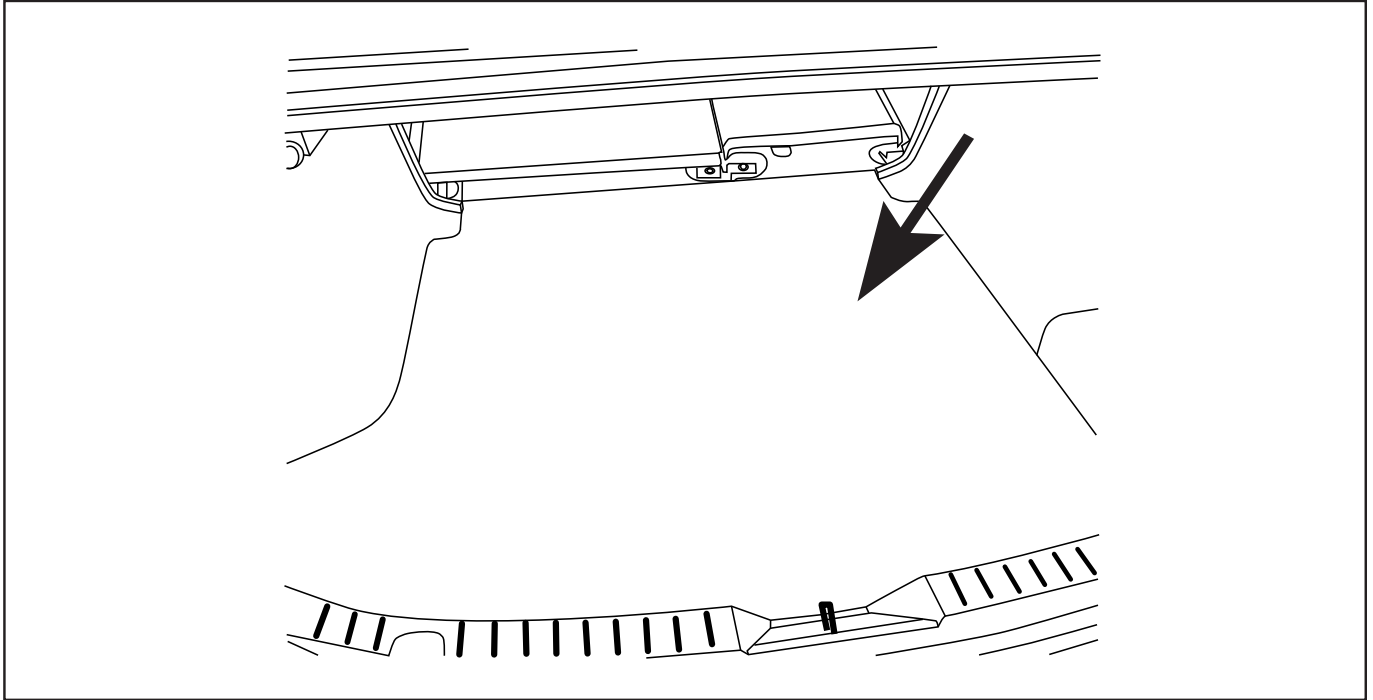

Fig. 19
20. Reinstall the load floor (Fig. 19).